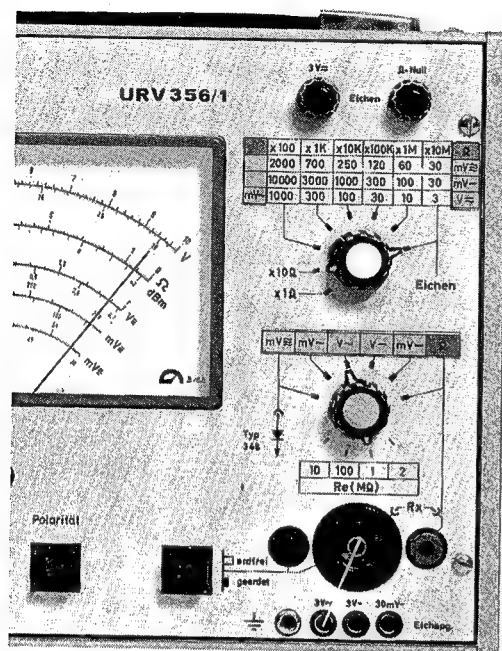

Bild 9
Da das Gerät einen stark gegengekoppelten Wechselspannungsverstärker enthält, sind die Unstabilitäten des elektrischen Nullpunktes zu vernachlässigen. Als Hauptabgleich, der kurz vor jeder wichtigen Messung kontrolliert werden sollte, ist hier lediglich eine Verstärkungskontrolle (ähnlich der Eichkontrolle in Nordmende-Oszillographen) erforderlich. Entsprechend der Einstellung in Bild 9 wird hierzu der Zeigerausschlag auf die rote Marke der Skala mittels Regler 14 korrigiert.
Schalterstellung: siehe Bild 9
a) Hauptabgleich 3 V ~ kontrollieren (Bild 9)
- Hauptabgleich 3 V \sim kontrollieren (Bild 9)
- a) Hauptabgleich 3 V \sim kontrollieren (Bild 9)